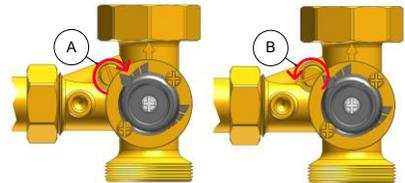

Рис.18: Настройка встроенного байпаса
В смесительный клапан встроены байпас, который находится в закрытом состоянии при поставке с завода (Рис.18, поз. А).
3. Поверните регулировочный винт байпаса (Рис. 18, поз. А, 0% закрыт) на 90 °вправо (Рис.18, поз. В, 100% открыт).